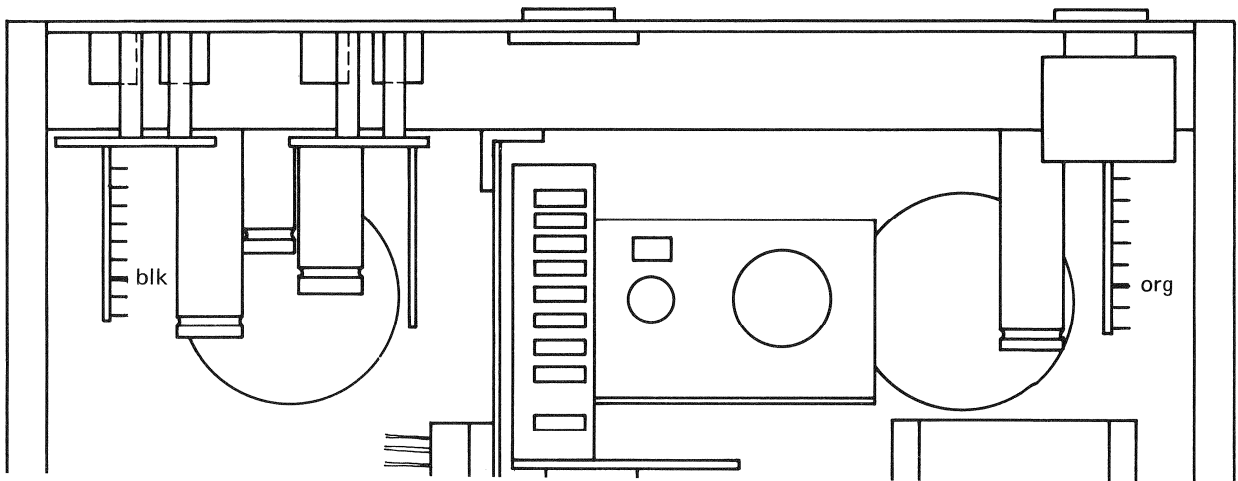
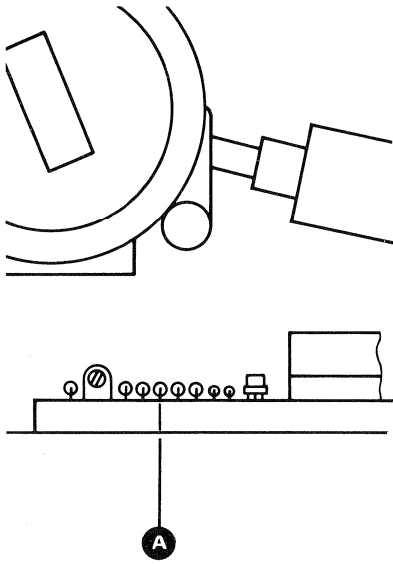

Fig. 5.5.—1
Fig. 5.6.-1
- Zwei-Kanal Oszilloskop anschliessen (Fig. 5.5.—1):
- Im beleuchteten Zustand muss am Punkt (A) (Fig. 5.6.—1) eine Gleichspannung von 4,2 V sein. (Messung mit einem Universalinstrument mit mindestens 20 000 Ohm/V DC.) Das Potentiometer soll auf Mittelstellung stehen.
- Bei eingelegtem Band (PE 36 RX) muss die Gleichspannung am Punkt (A) kleiner als 1 V sein.
- Connect a double beam oscilloscope as follows (fig. 5.5.—1):
- When illuminated a DC voltage of 4.2 V must be present at point (A) (fig. 5.6.—1); measured with an instrument with at least 20 kohms/V DC. The potentiometer should be in the centre position.
- With a tape in position (PE 36 RX) the DC voltage at point (A) should be less than 1 V.